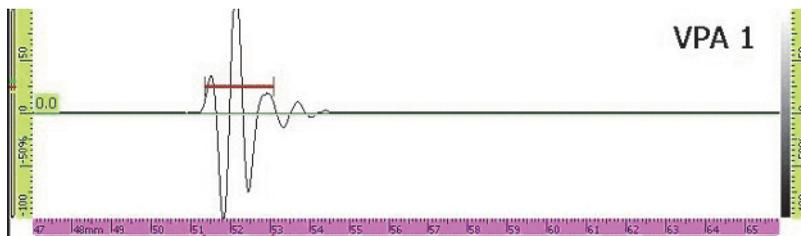

Figure 7-6 Porte A positionnée sur le signal de la bille
7. Utilisez les boutons de paramètres **Départ** et **Largeur** pour positionner la porte A sur le signal, tel que montré dans la Figure 7-6 à la page 216.